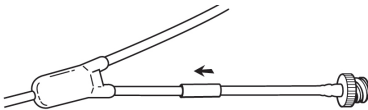

Fig. 15
6. Deslize a ligação por cima da junção. (Fig. 15)